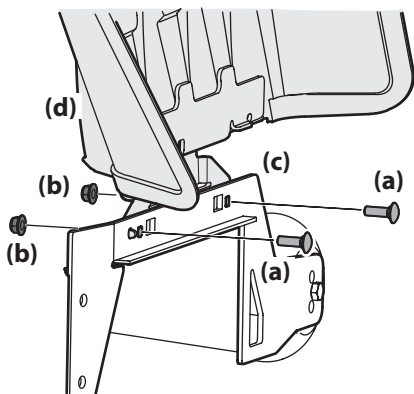

Figura 2-5
1. Extraiga los pernos del carro (a) y las tuercas de seguridad (b) con reborde instalados en el soporte de montaje (c) de la plataforma. Consulte Figura 2-5.
2. Con los elementos de ferretería (ay b) que extrajo anteriormente, instale el deflector del canal (d) en la plataforma, como se indica en la Figura 2-5.